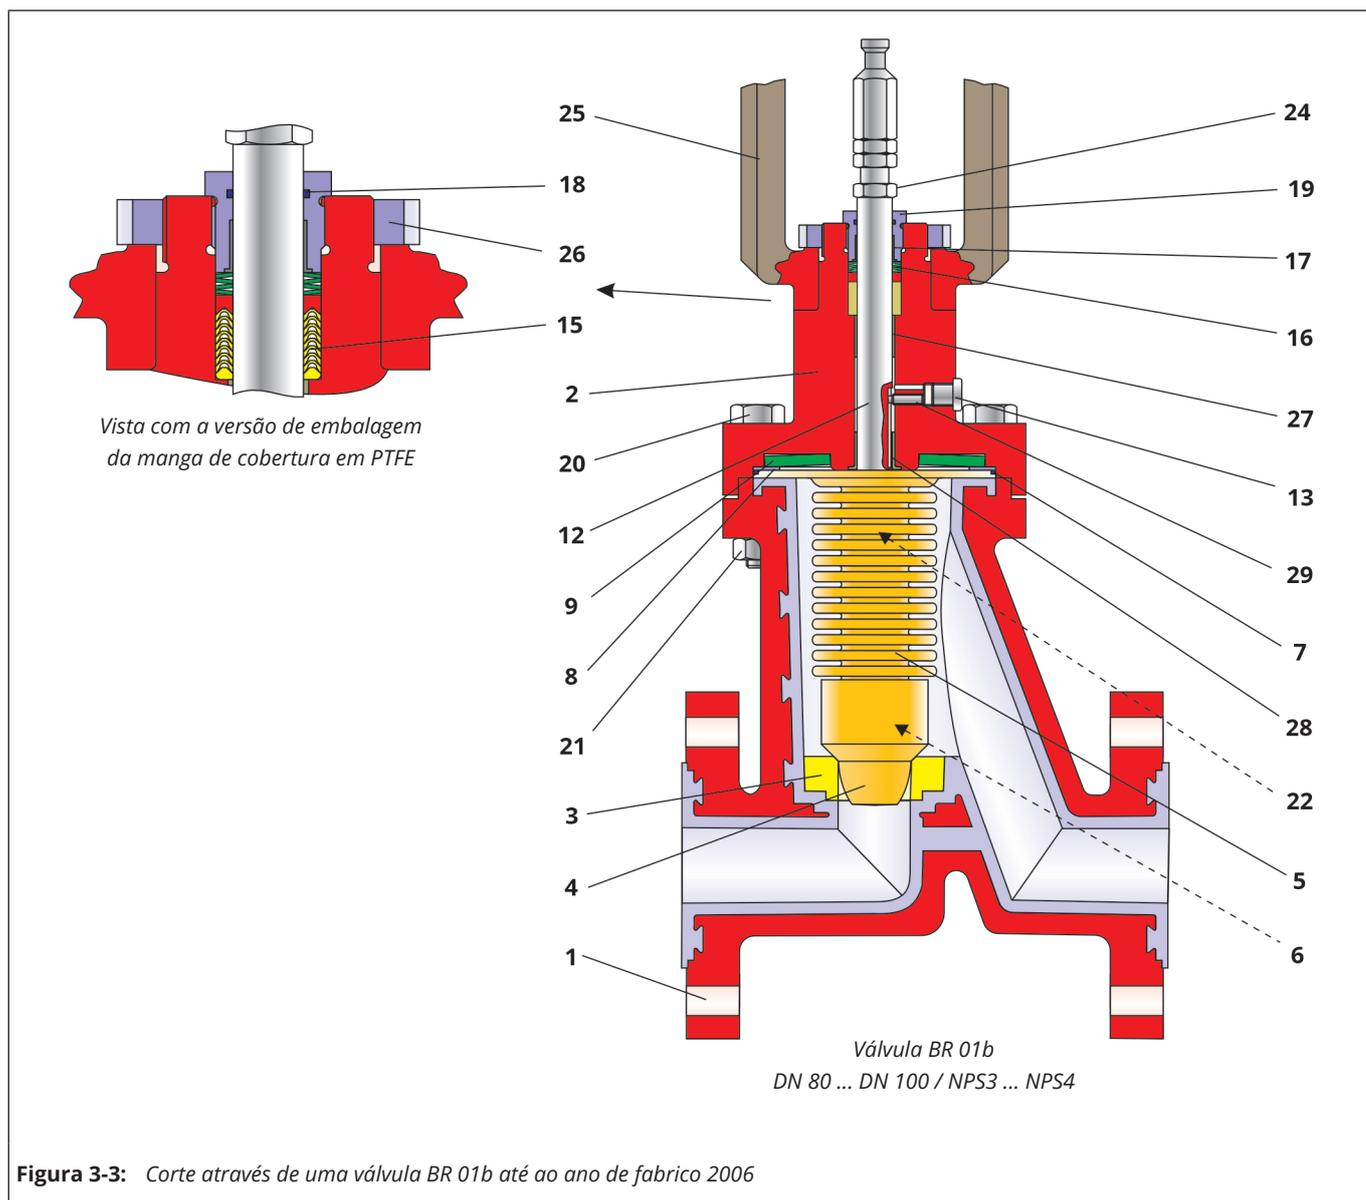

Figura 3-3: Corte através de uma válvula BR 01b até ao ano de fabrico 2006
- ⇒ Pressionar o empanque de anel em V (15) com a sequência de anel de pressão em V, anéis V de PTFE e anel terminal no orifício previsto. Consultar a disposição do empanque de anel em V no desenho Figura 3-3.
- ⇒ Introduzir o conjunto de anilhas de mola (16). Consultar a disposição da anilhas de mola no desenho Figura 3-3.
- ⇒ Introduzir o O-ring (18) na ranhura interior da caixa de empanque (19).
- ⇒ Pressionar o casquilho superior (17) na parte inferior da caixa de empanque (19).
- ⇒ Lubrificar a caixa de empanque (19) na rosca.
- ⇒ Enroscar a caixa de empanque (19) na rosca superior do flange da tampa (2), de modo a que o entalhe inferior exterior da caixa de empanque ainda esteja visível.
- ⇒ Introduzir a anilha de mola (9), o disco de pressão (8) e o O-ring (7) no flange da tampa (2). Consultar a disposição dos componentes no desenho Figura 3-3.
- ⇒ Introduzir a unidade do fuso pré-montada (ver capítulo 3.5.3.2) no flange da tampa (2)
- ⇒ Pressionar o flange do fole (5) no recesso roscado do flange da tampa (2).
- ⇒ Enroscar o pino roscado (29).